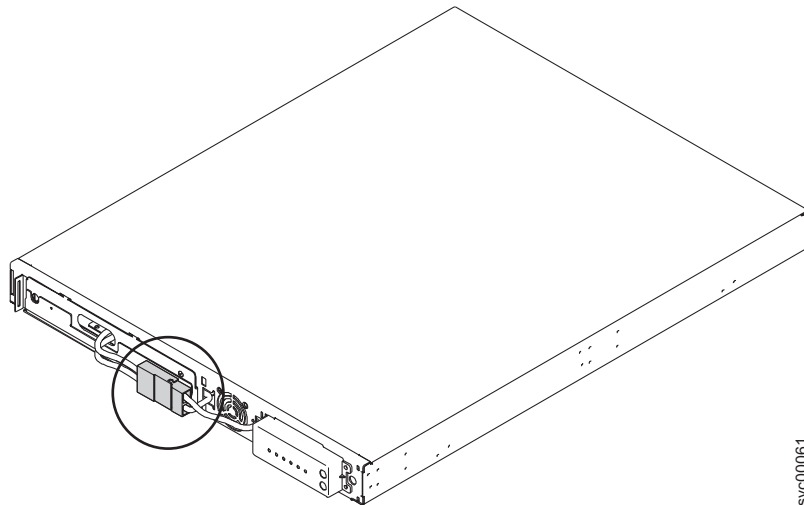

Figura 15. O Conector da Bateria Interna do 2145 UPS-1U
5. Conecte o conector de bateria interna (mostrado na Figura 15 na página 24). Cada extremidade do conector chaveado possui dois fios: um vermelho (+) e um preto (-). Alinhe o conector para que os dois fios vermelhos fiquem juntos e os dois fios pretos fiquem juntos.